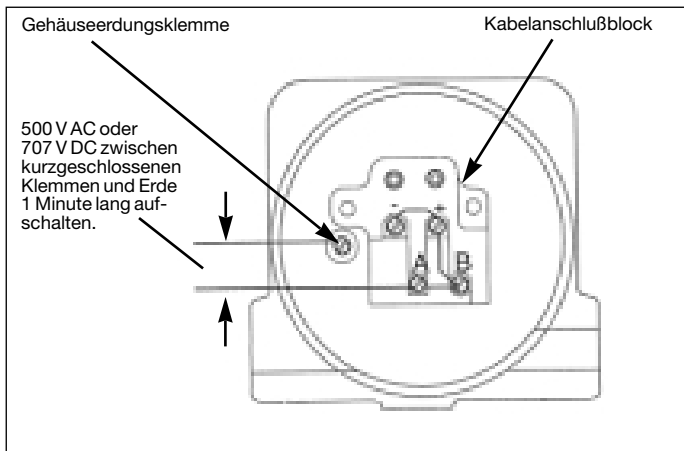

Abbildung 27. Anschlüsse für die Prüfung der elektrischen Durchschlagfestigkeit nach dem Einbau
Um sicherzustellen, daß keine Erdschlüsse in der internen Verdrahtung vorhanden sind, eine Durchschlagsprüfung mit 500 V AC oder 707 V DC für die Dauer von 1 Minute zwischen den kurzgeschlossenen Eingangsklemmen (+), (-), (A), (B) und der Gehäuseerdung ausführen. Siehe Abbildung 27.